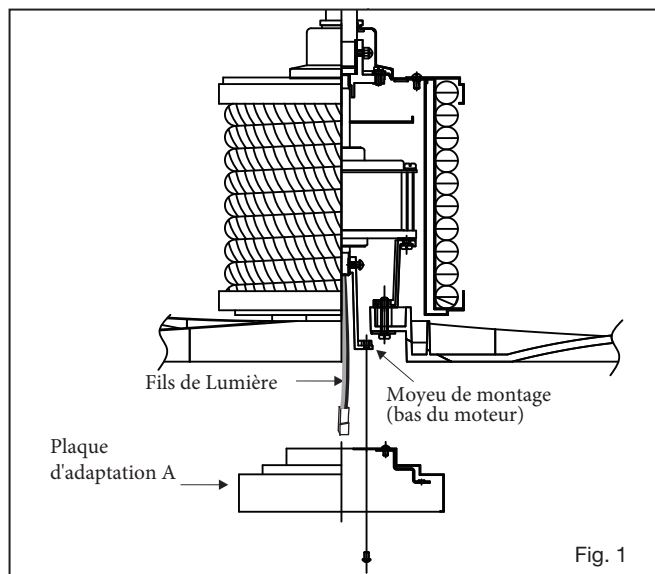

Fig. 1
- 1 Retirez la boule de la tige de suspension en desserrant la vis de réglage sur le côté de la boule. Faites glisser la boule vers le bas et retirez la goupille à bille ; retirez la balle. (Fig. 1)
1. Insérez le récepteur dans le support de montage au plafond avec le côté plat du récepteur face au plafond. (Fig. 1) Pour de meilleures performances, assurez-vous que l'antenne noire et l'antenne WIFI, à l'extrémité du récepteur, restent étendues et ne s'emmêlent pas avec les fils électriques.
- 2 Retirez l'une des trois vis du moyeu de montage situé sur le moteur du ventilateur. Desserrez les 2 autres vis. (Ne pas retirer) (Fig. 1) Faites passer les fils lumineux à travers le trou central de la plaque adaptatrice A.
- 1 Retirez l'une des trois vis du moyeu de montage situé sur le moteur du ventilateur. Desserrez les 2 autres vis. (Ne pas retirer) (Fig. 1)
- 1 Sélectionnez un emplacement souhaité. Utilisez la plaque murale pour marquer l'emplacement des trous de montage. Des chevilles murales en plastique ou des vis de montage sont nécessaires pour cette application. (Fig. 1)
Retirez le panneau de l'émetteur, puis installez une pile 2032 (incluse). Vous devez utiliser une pièce de monnaie pour ouvrir ou fermer le couvercle de la batterie. Pour éviter d'endommager l'émetteur, retirez la batterie si vous ne l'utilisez pas pendant de longues périodes (Fig. 1)